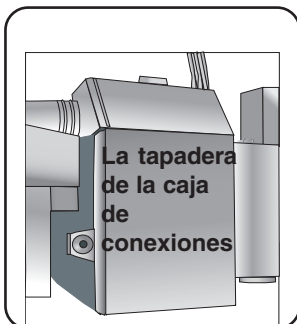

Ilustración 13
- 1 Quite la tapadera de la caja de conexiones, la **Ilustración 13**, levantando y jalando la cubierta hacia arriba.